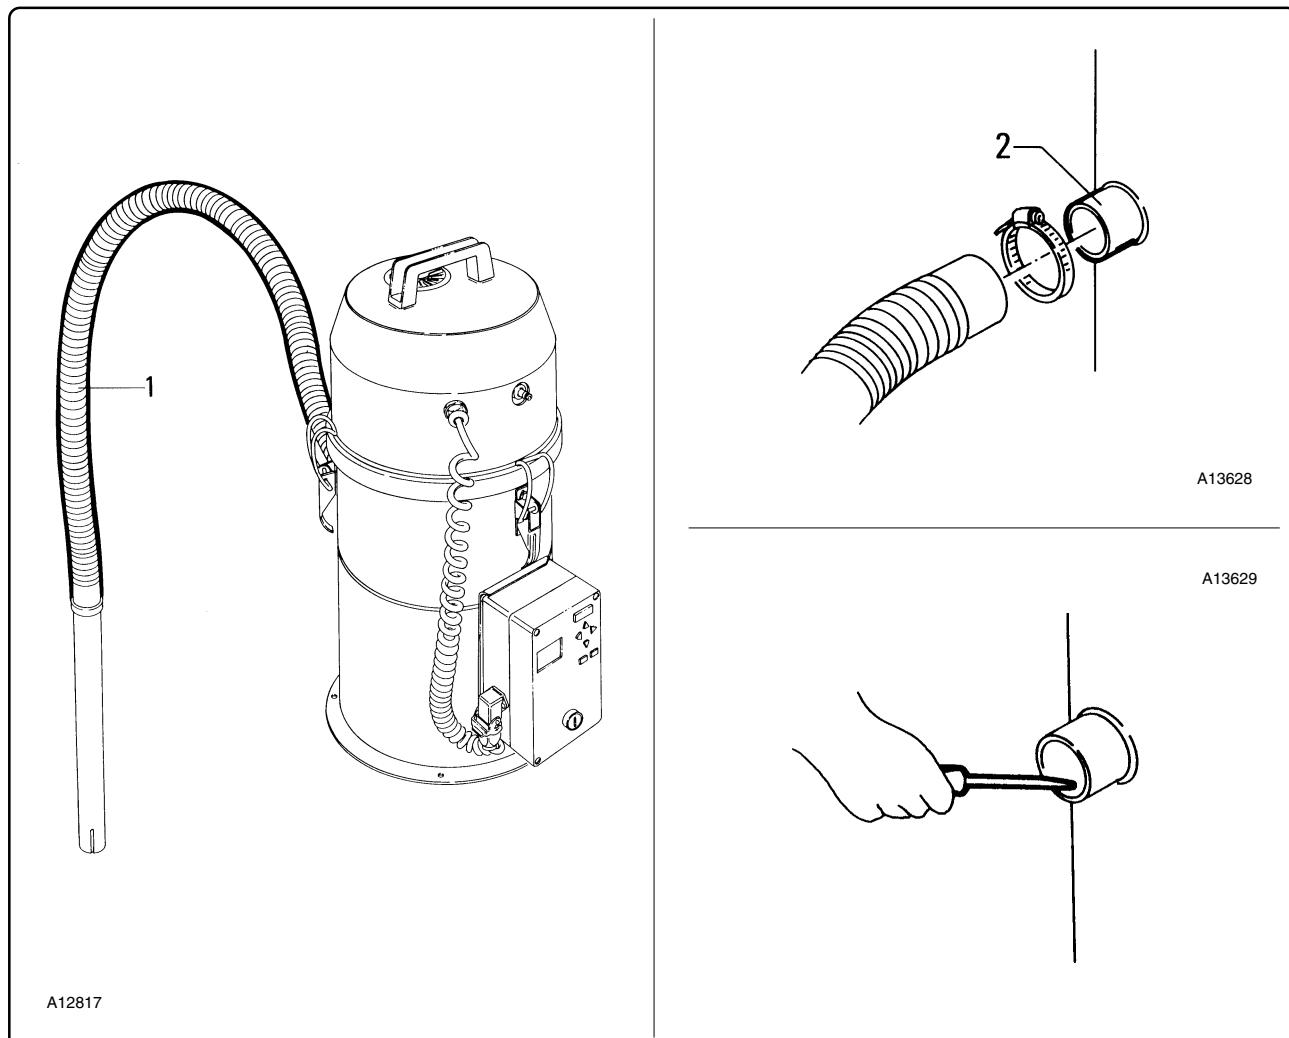

Fig. 7.5.2
Verificare inoltre la possibile presenza di occlusioni all'interno del tubo "1" (fig. 7.5.2) e del bocchettone "2" (fig. 7.5.2).
*Also check for blockages inside hose "1" (fig. 7.5.2) and opening "2" (fig. 7.5.2).*
Vérifier aussi la présence probable d'occlusions à l'intérieur du tube "1" (fig. 7.5.2) et de l'embout "2" (fig. 7.5.2).
Controlar también la presencia de posibles occlusiones dentro del tubo "1" (fig. 7.5.2), en la boca "2" (fig. 7.5.2).